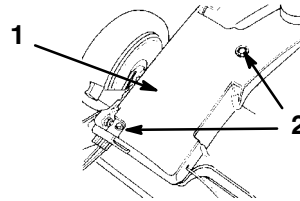

Figure 27
4. Enlevez les deux boulons de fixation du carter de courroie et déposez le carter (Fig. 27).
2. Enlevez les deux boulons qui fixent le carter de courroie à la tondeuse (Fig. 27).